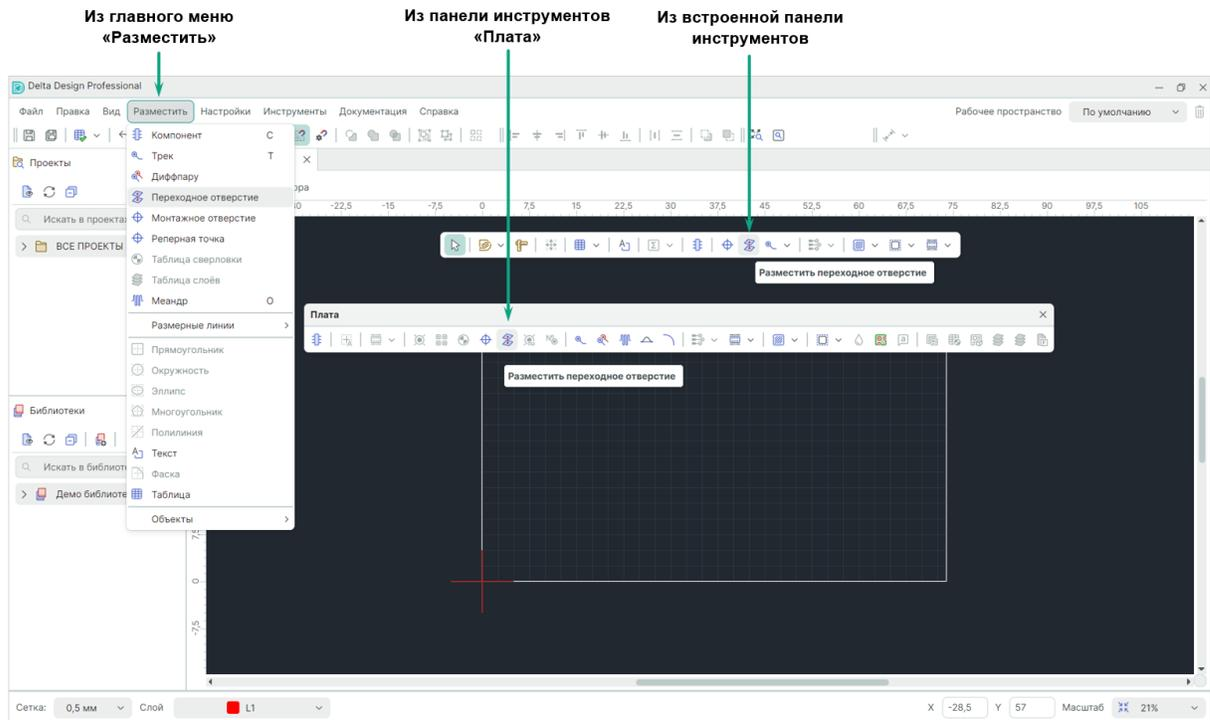

Рис. 195 Вызов инструмента «Разместить переходное отверстие»
1. Вызовите инструмент «Разместить переходное отверстие», который обозначен символом  на панели инструментов «Плата». Также инструмент доступен в главном меню «Разместить», во встроенной панели редактора и в пункте «Инструменты» в контекстном меню, см. Рис. 195.